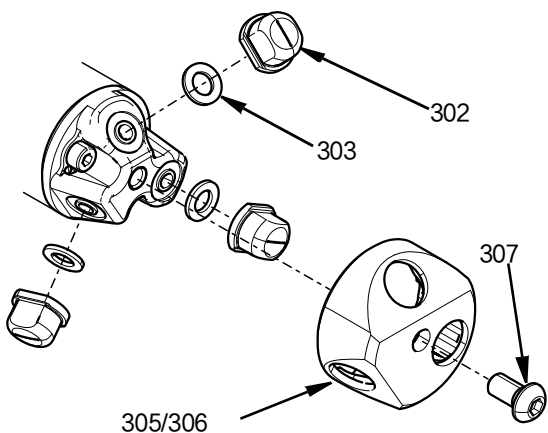

FIG. 9
- a. 通过卸下 M6 半圆头螺丝 (307)，卸下附有喷嘴 (302) 的喷嘴盖 (305/306)。
- b. 然后可以卸下喷嘴密封 (303)。参见FIG. 9。